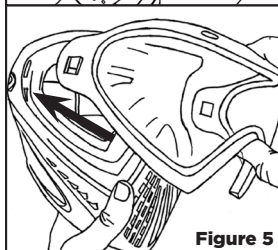

Figure 5
- 2 Glissez le verre à travers les encoches du masque. [voir figure 5]